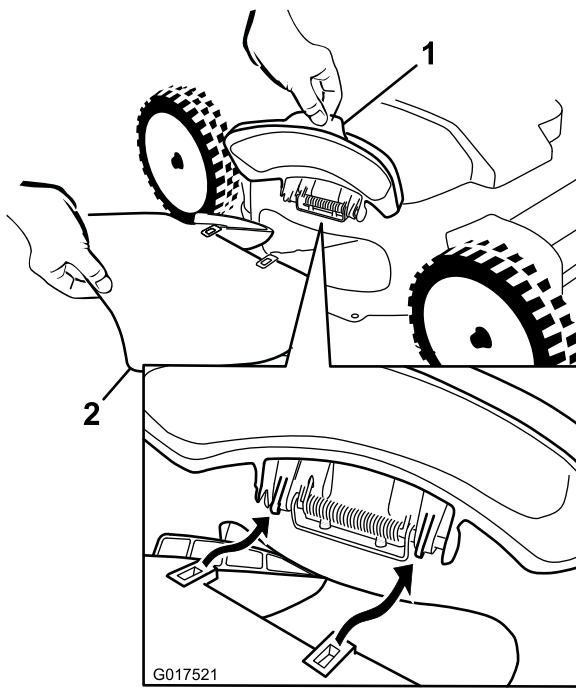
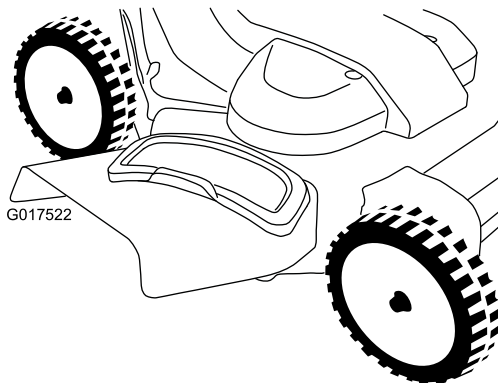

Рисунок 29
Рисунок 30
1. Поднимите боковой отражатель выброса в открытое положение (Рисунок 29).
2. Установите боковой желоб для выброса, как показано на Рисунок 29 и Рисунок 30, и закройте отражатель на желобе.